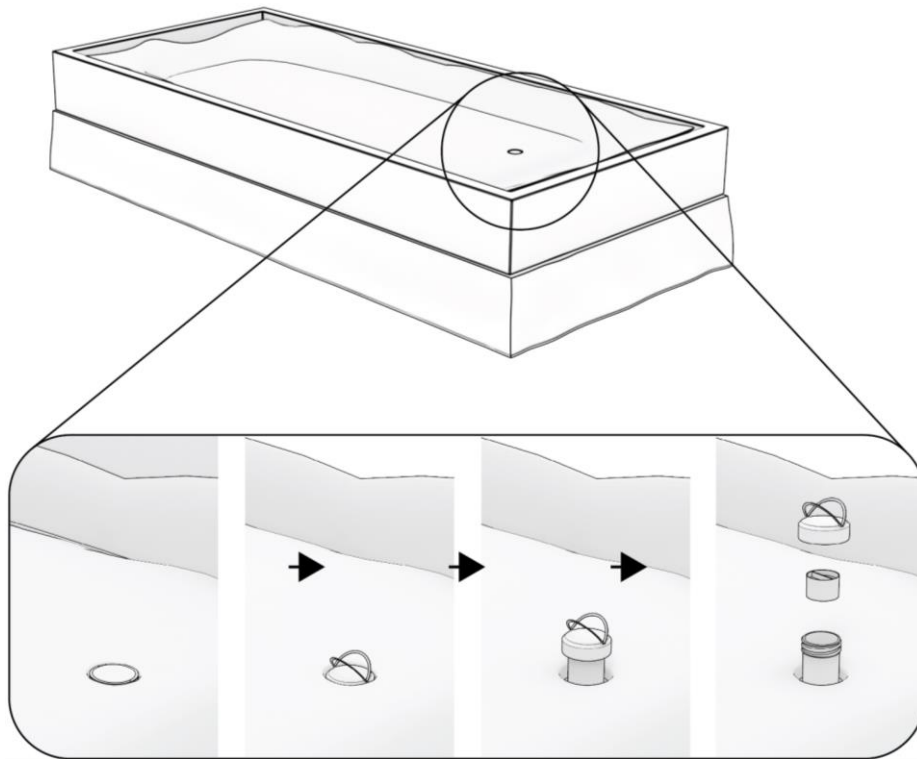

Abbildung 5: Positionierung der Wassermatratze und Öffnen der Einfüllkappen.
Schritt 5. Falten Sie die Wassermatratze aus und legen Sie diese über die Sicherheitsfolie. Achten Sie darauf, dass sich die Füllkappen oben und am Fußende des Bettes befinden. Öffnen Sie die Verschlusskappen der Matratze, indem Sie diese mit einer Drehbewegung herausziehen. Danach kann die Kappe abgeschraubt und vom Verschluss entfernt werden, wie in Abbildung 5. Legen Sie die Schraubkappe und den Stöpsel vorerst zur Seite.